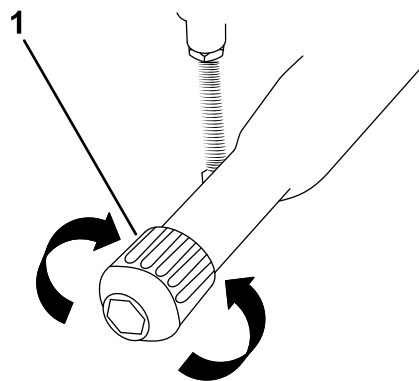

Figura 29
- **Para aflojar el freno de estacionamiento:**(Figura 29).
4. Gire el pomo de ajuste del freno de estacionamiento en sentido **antihorario** (Figura 29).
- **Para apretar el freno de estacionamiento:**(Figura 29).
4. Gire el pomo de ajuste del freno de estacionamiento en sentido **horario** (Figura 29).